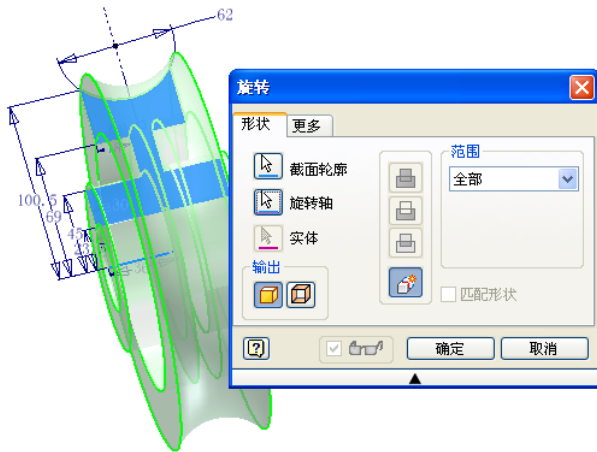

图8-41 旋转示意图
①退出草图环境，进入零件特征环境。单击【模型】标签栏【创建】面板上的【旋转】工具按钮，打开【旋转】对话框。
②选择如图 8-41 中所示的截面轮廓作为旋转的截面轮廓，选择图形最下方的水平直线作为旋转轴，此时也会出现旋转生成形体的预览。截面轮廓、【旋转】对话框和形体预览如图 8-41 中所示。